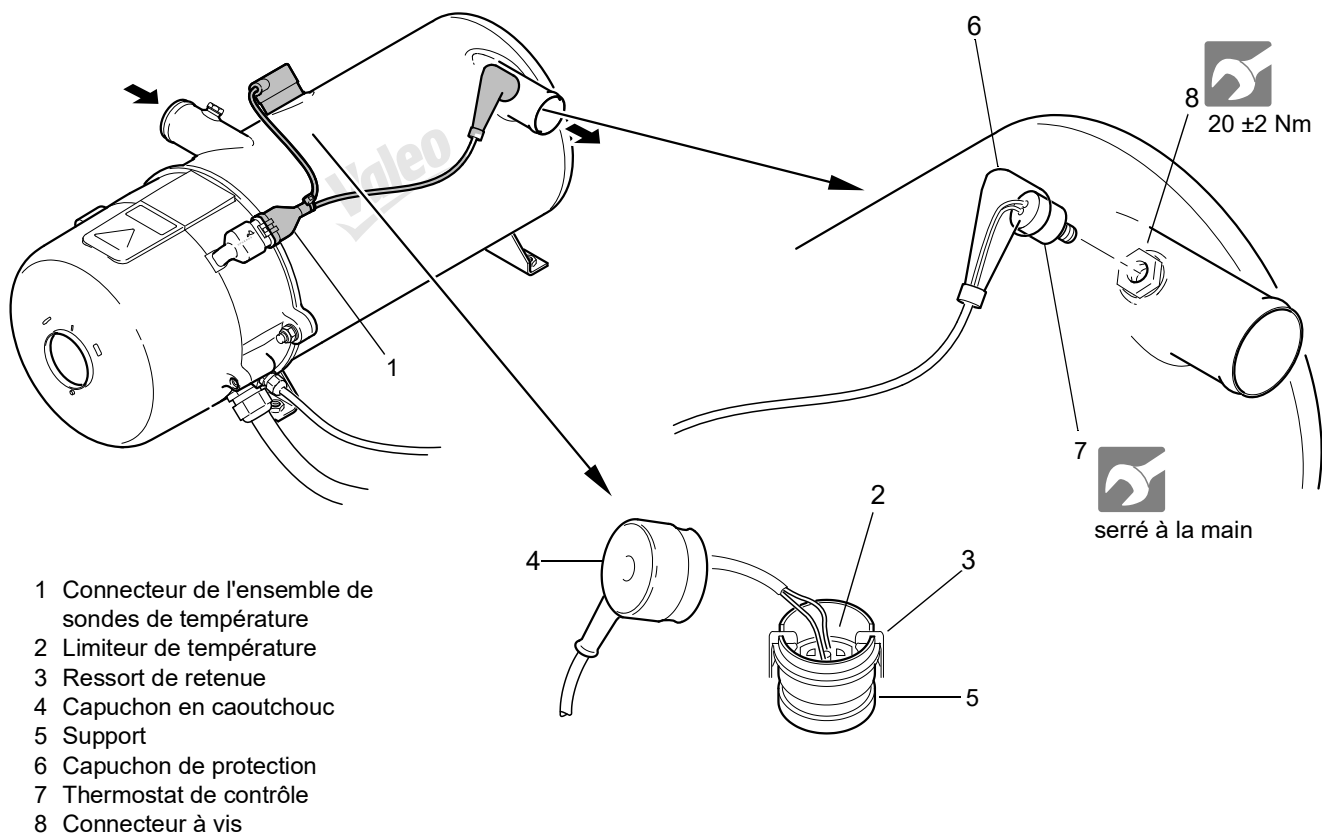

Fig. 801 Démontage et montage de l'ensemble de sondes de température
- Débrancher le connecteur de l'ensemble de sondes de température (1, Fig. 801).
- Enlever le capuchon en caoutchouc du limiteur de température (4).
- A l'aide d'un tournevis, soulever le ressort de retenue (3) et retirer le limiteur de température (2).
- Enlever le capuchon de protection (6) du thermostat de contrôle (7).
- Dévisser le thermostat de contrôle (7) à la main.
- Visser à la main le thermostat de contrôle (7, Fig. 801) dans le connecteur à vis à la sortie de liquide de refroidissement.
- Installer le capuchon de protection (6).
- Repousser le capuchon en caoutchouc du limiteur de température (4) jusqu'à ce que le limiteur de température atteigne sa position d'installation.
- Insérer le limiteur de température (2) dans la tubulure (5) et enfoncer le ressort de retenue (3).